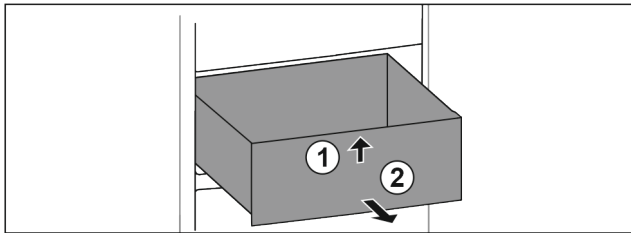

Fig. 30
- Soulever la partie avant du tiroir. Fig. 30 (1).
- Retirer le tiroir par l'avant. Fig. 30 (2)